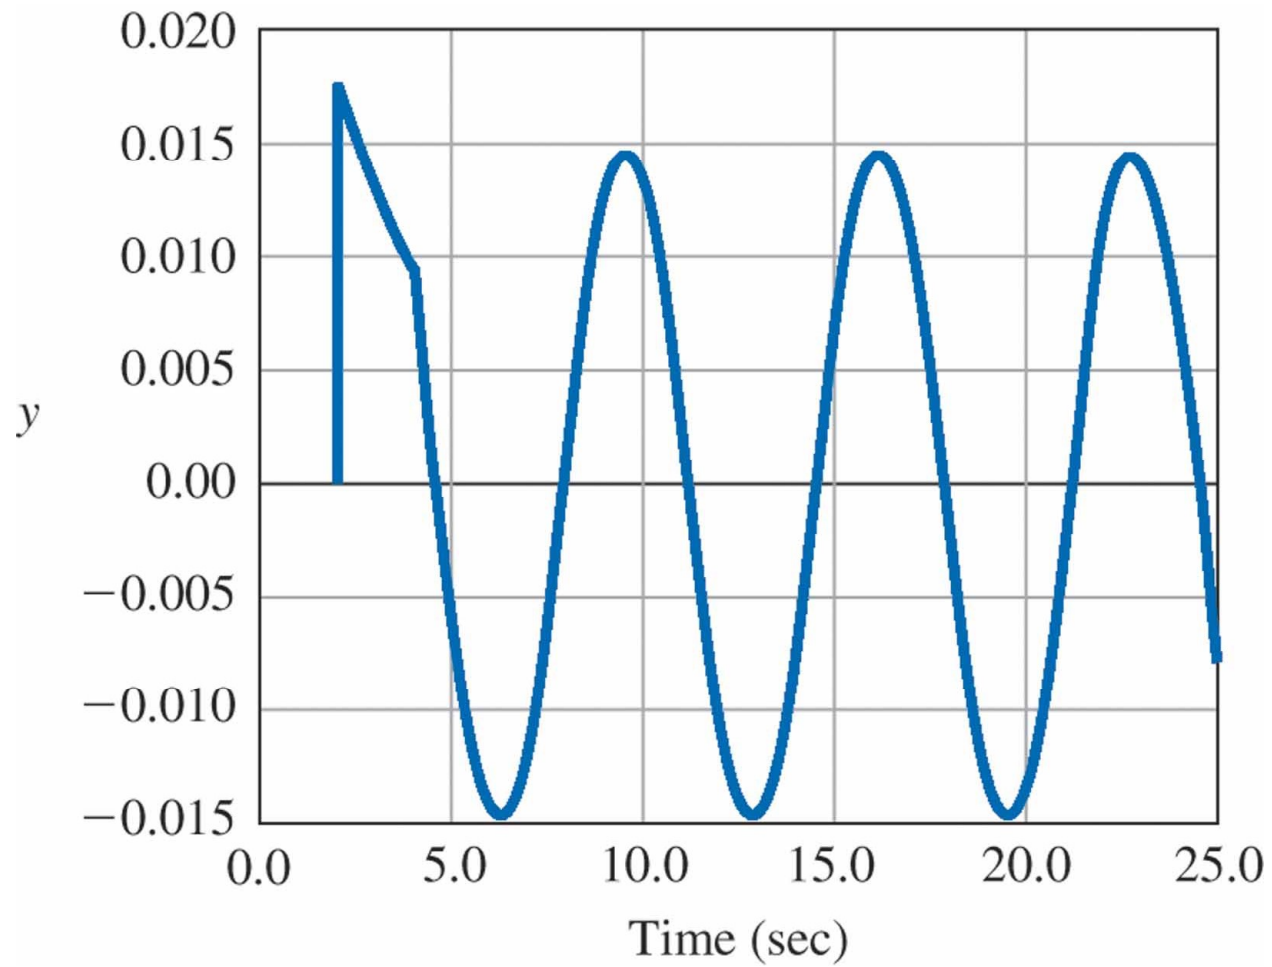

Figure 4.44 Unit impulse response for the paper machine in Problem 4.33
- (b) O sistema torna-se marginalmente estável para um ganho proporcional de $k_u = 3,044$ como mostrado pela resposta ao impulso na Fig. 4.44. Encontre os parâmetros do controlador PID usando as regras de sintonia de Zeigler-Nichols.